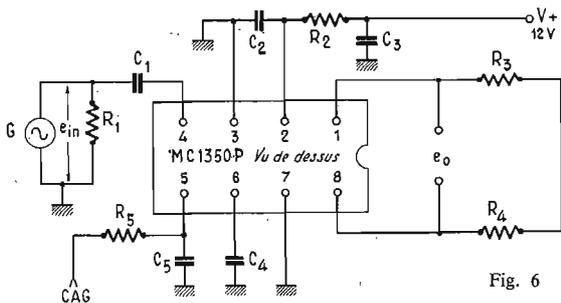

Fig. 6
A la figure 6, on donne le schéma de montage du MC1350P avec application de la tension de CAG.
Dans le montage de la figure 6, on a :  $R_1 = R_2 = R_3 = R_4 = 50 \Omega$ , valeurs convenant pour l'emploi d'appareils de mesure à terminaisons normalisées de  $50 \Omega$ . Les valeurs des condensateurs sont :  $C_1 = C_2 = C_3 = C_4 = C_5 = 1\ 000\text{ pf}$ . Ce montage est alimenté sous 12 V ne variant pas de plus de  $\pm 1\%$ .
**CAG** : lorsque  $V_{CAG}$  varie de 5 à 7 V, la variation de gain est de 68 dB (minimum 60 dB). Cette mesure a été effectuée avec le montage de la figure 6 à 45 MHz.